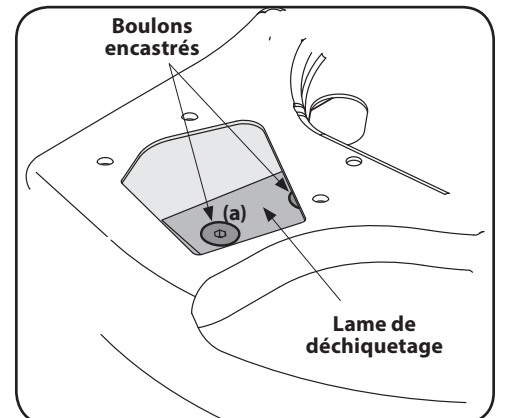

Figure 4-11
- À l'aide d'une clé Allen de 3/16 po, dévissez les boulons encastrés (a) qui fixent la lame de déchiquetage à la turbine. Ces vis sont accessibles à partir de l'ouverture créée après avoir enlevé la trémie d'alimentation. Voir Figure 4-11.